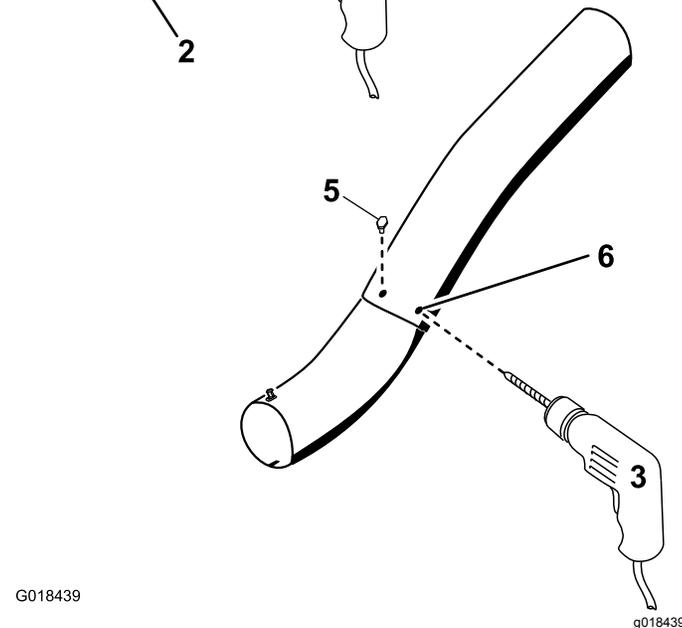

Figure 31
13. En vous servant des trous existants du tube supérieur comme guide, percez 2 trous de 6,5 mm dans les creux du tube inférieur (Figure 31).
16. Placez les rondelles (1/4") sur les boulons (Figure 31).
17. À l'aide d'une clé hexagonale, placez les vis (1/4" x 3/4") et les rondelles (1/4") depuis l'intérieur du tube inférieur dans les trous existants du tube supérieur (Figure 31).
18. Fixez les tubes ensemble au moyen des écrous ($\frac{1}{4}$ "), comme montré à la Figure 31.